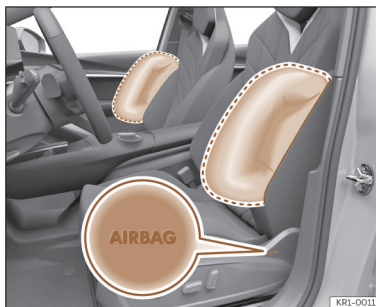
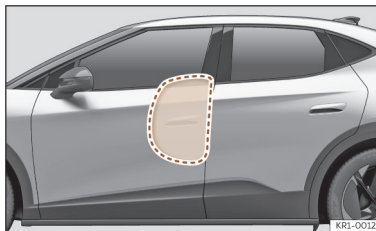

Fig. 31 Airbag lateral no banco do condutor e do passageiro.
Fig. 32 Airbag lateral ativado totalmente no lado esquerdo do veículo.
Os airbags laterais estão localizados nos encostos dos bancos dianteiros >>> **Fig. 31**, >>> **Fig. 32**.
- Assegure-se de que as crianças viajam sentadas corretamente nas suas cadeiras e não colocam a cabeça na zona de insuflação dos airbags laterais >>> **Fig. 32**, uma vez que, se os airbags disparassem, poderiam bater-lhes e causar-lhes lesões graves.